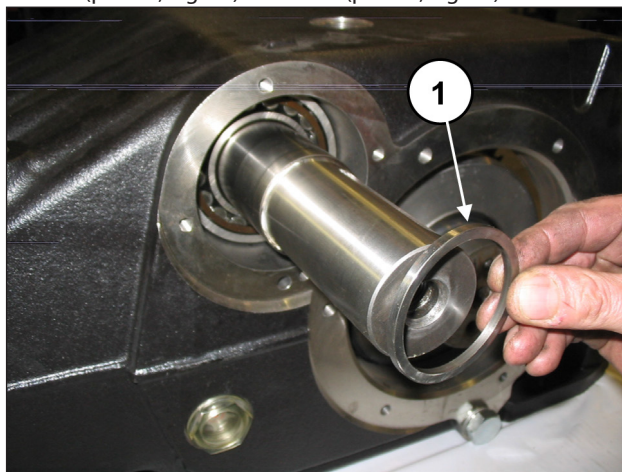
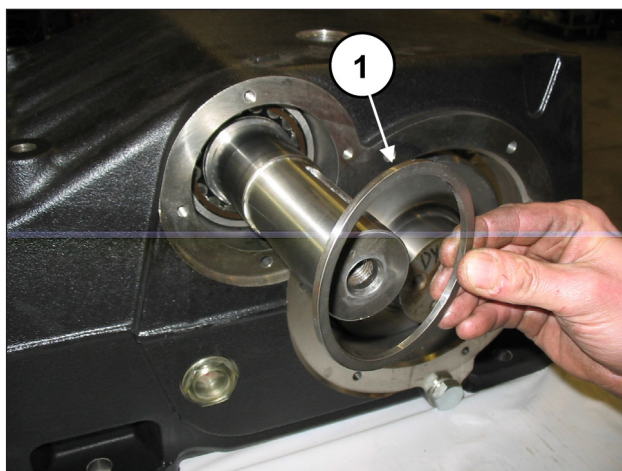

Fig. 59
Fig. 60
Em ambos os lados, insira os espaçadores do rolamento interior (pos. ①, Fig. 59) e exterior (pos. ①, Fig. 60).